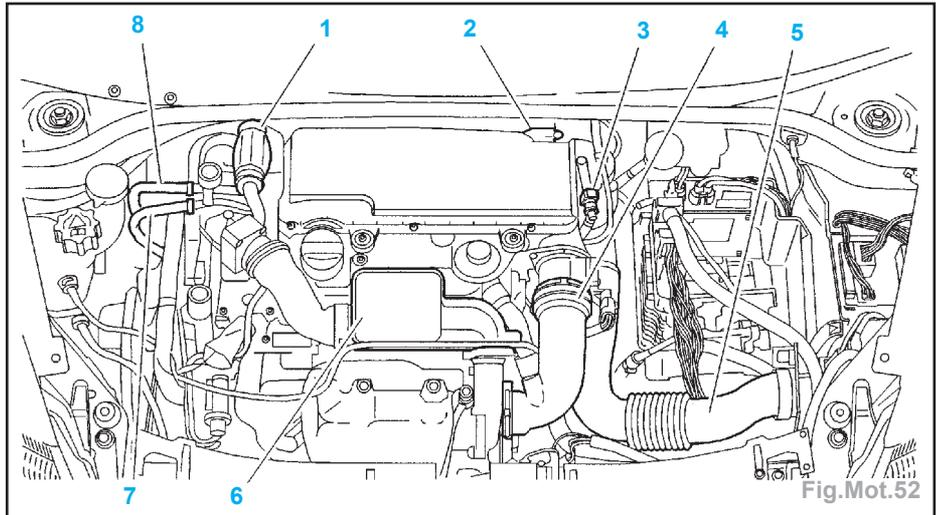

Fig.Mot.52
- Déposer (Fig.Mot.52) :
- le manchon d'air (5),
- la poire d'amorçage gazole (1),